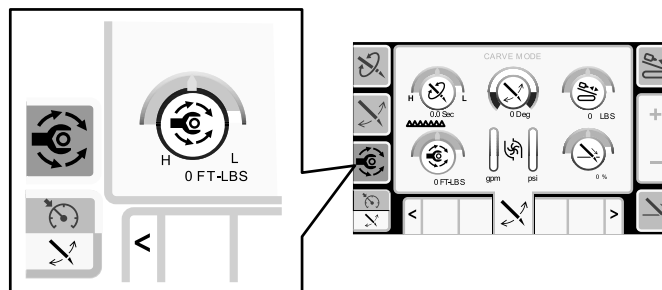

Figura 13
**Nota:** El icono se vuelve verde, y un círculo verde resalta la opción que selecciona (Figura 13).